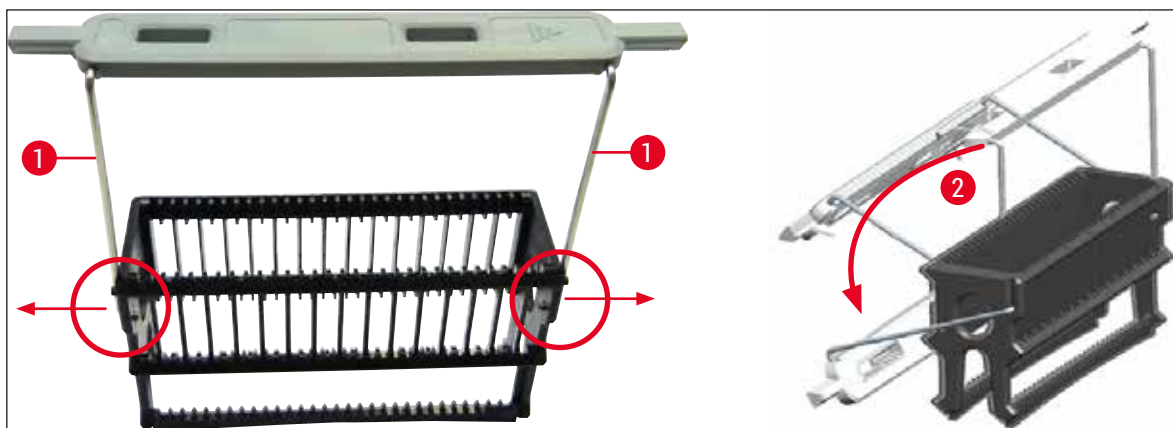

Bild 69
- Kontrollera att handtaget är korrekt placerat i det övre läget, mitt ovanför racket (→ Bild 69)